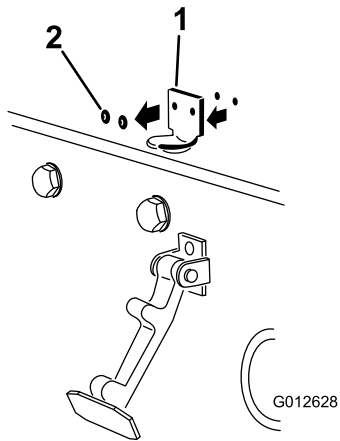

Figure 5
2. Retirez les 2 rivets qui fixent le support du loquet au capot (Figure 5).
Remarque: Le support de loquet doit être appuyé contre le capot (Figure 5).